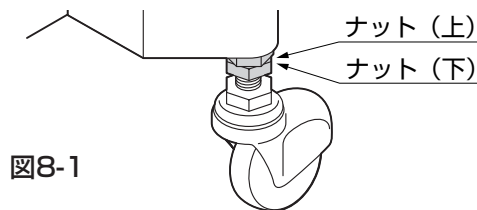

図8-1
- ①キャスターについている「ナット(上)」、「ナット(下)」を上にあげて固定してください。（図8-1参照）